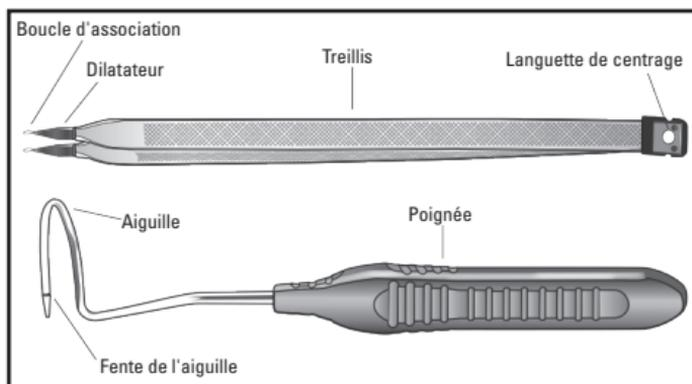

Figure 1A. Système Halo TO Conservia
La conception du système Halo transobturateur (TO) Conservia permet à l'opérateur d'utiliser une approche percutanée au moyen d'une technique transobturatrice. Voir Figure 1A pour une description des composants du système.